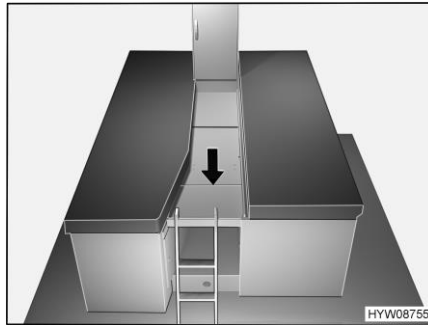

Fig. 73 Preparazione dell'allargamento letto
- Aprire l'allargamento letto e posizionarlo tra i letti singoli, come illustrato nella Fig. 73.